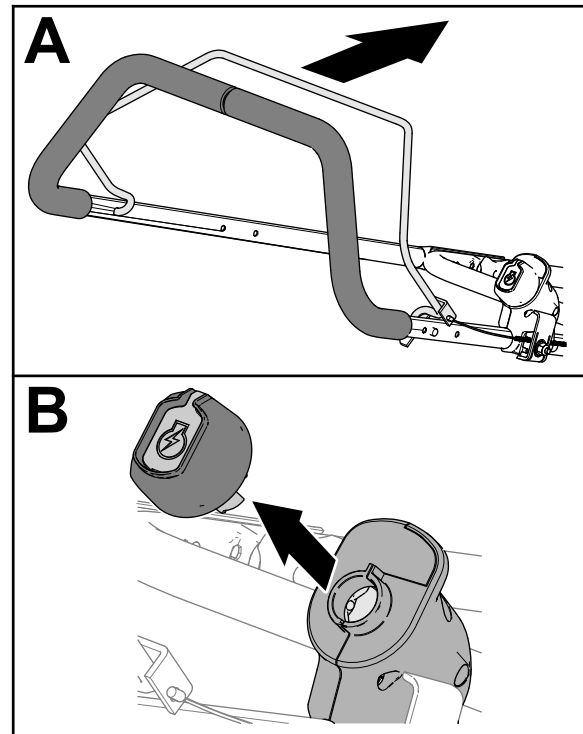

Figure 17
1. Relâchez la barre de présence de l'utilisateur (Figure 17).